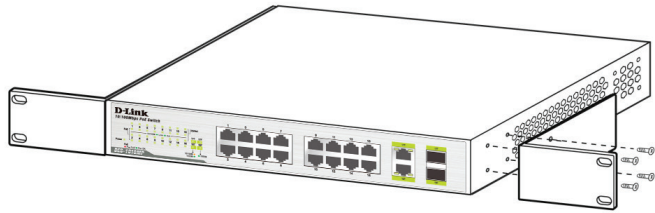

Abbildung 3. Halterungen
1. Bringen Sie die Halterungen an den beiden Seiten des Gehäuses an, wie in **Abbildung 3** gezeigt, und fixieren Sie sie mit den mitgelieferten Schrauben.